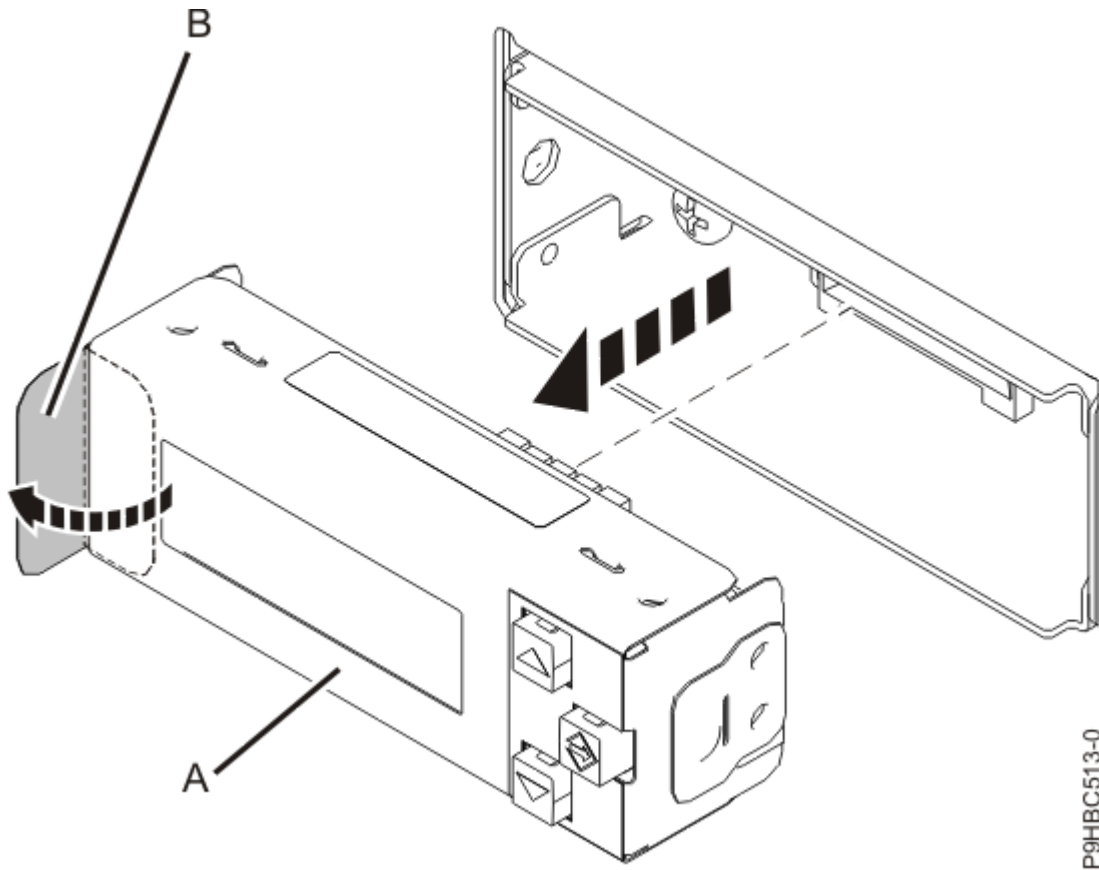

Abbildung 20. Steuerkonsolenanzeige ausbauen
2. Bauen Sie die Steuerkonsolenanzeige **(A)** aus, indem Sie an der Lasche **(B)** ziehen (siehe Abbildung 20 auf Seite 22).